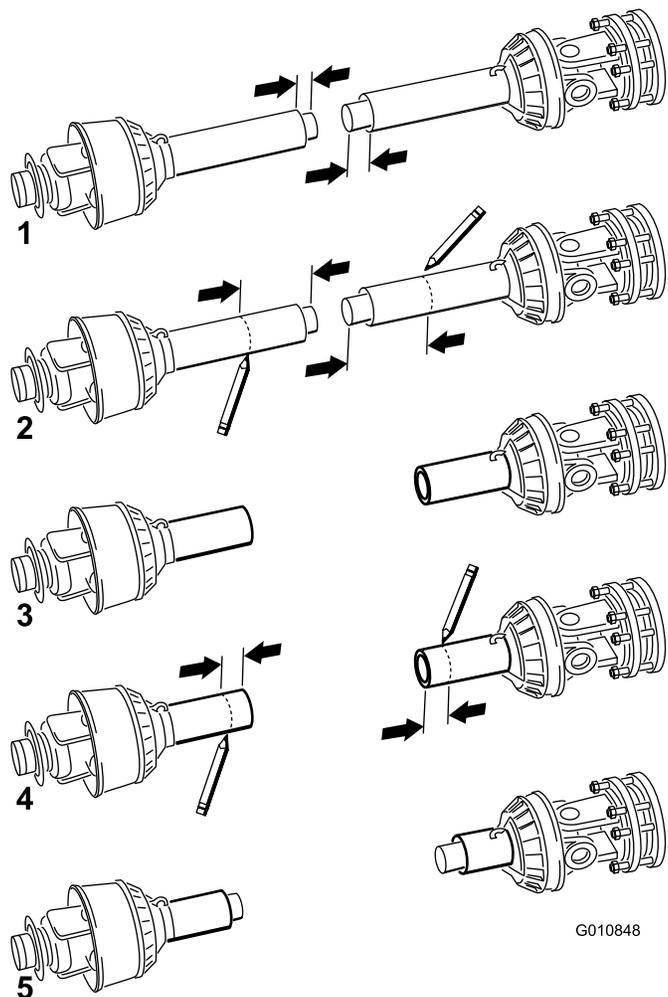

Figura 17
11. Separate le due metà dell'albero della presa di forza (Figura 17, illustrazione 1).
12. Misurate la distanza tra il bordo di ogni tubo e il relativo dispositivo di sicurezza (Figura 17, illustrazione 1). Annotate queste distanze.
13. Usando le misure determinate al punto 8, individuate e contrassegnate l'altezza a cui tagliare un pezzo di dispositivo di sicurezza e di tubo da ogni metà dell'albero della presa di forza (Figura 17, illustrazioni 2 e 3).
14. Usando le misure determinate al punto 11, individuate e contrassegnate l'altezza a cui tagliare i tubi per scoprire i dispositivi di sicurezza (Figura 17, illustrazioni 4 e 5).